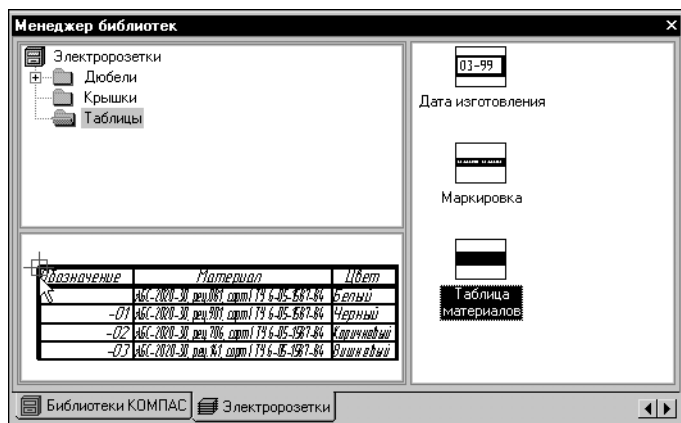

Рис. 45.30. Выбор элемента **Таблица материалов**
17. Самостоятельно вставьте в чертеж типовой элемент **Таблица материалов** из папки **Таблицы** библиотеки фрагментов. Базовая точка фрагмента находится в левом верхнем углу таблицы (рис. 45.30).